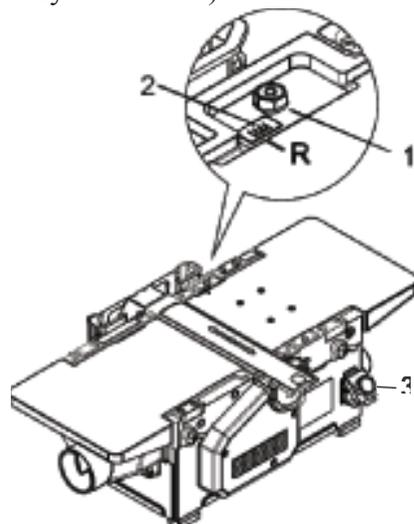

рис. 1
Пуск станка осуществляется с помощью выключателя (3) (рис. 1).
- отвернуть два болта крепления прижимов (1) (рис. 1);
- вращением ручки, находящейся под лыжей, переместить лыжу на необходимую глубину строгания, совместив риску R на лыже с необходимым значением штриха на шкале (2);
- зафиксировать лыжу в таком положении, затянув болты прижимов (1);